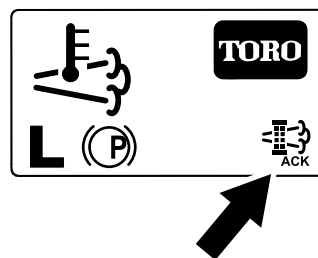

Figura 55
- InfoCenter afiează ecranul de pornire i pictograma de confirmare a regenerării (Figura 55) apare în colul din dreapta jos al ecranului pe măsură ce procesele de regenerare sunt în curs de desfășurare.